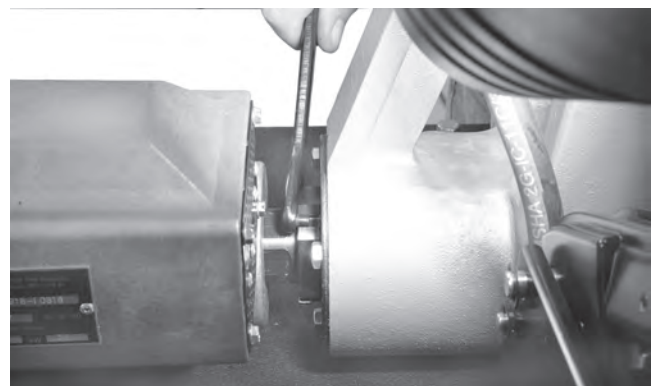

Abbildung 25 – Lösen und Entfernen der Haltemutter der Antriebswelle
3. Entfernen Sie die Antriebswelle von der Vorderseite des Rollnutgeräts (Abbildung 25).
4. Entfernen Sie die Haltemutter des Antriebswellenlagers mit dem Kamerakopf-Schlüssel (Abbildung 25).